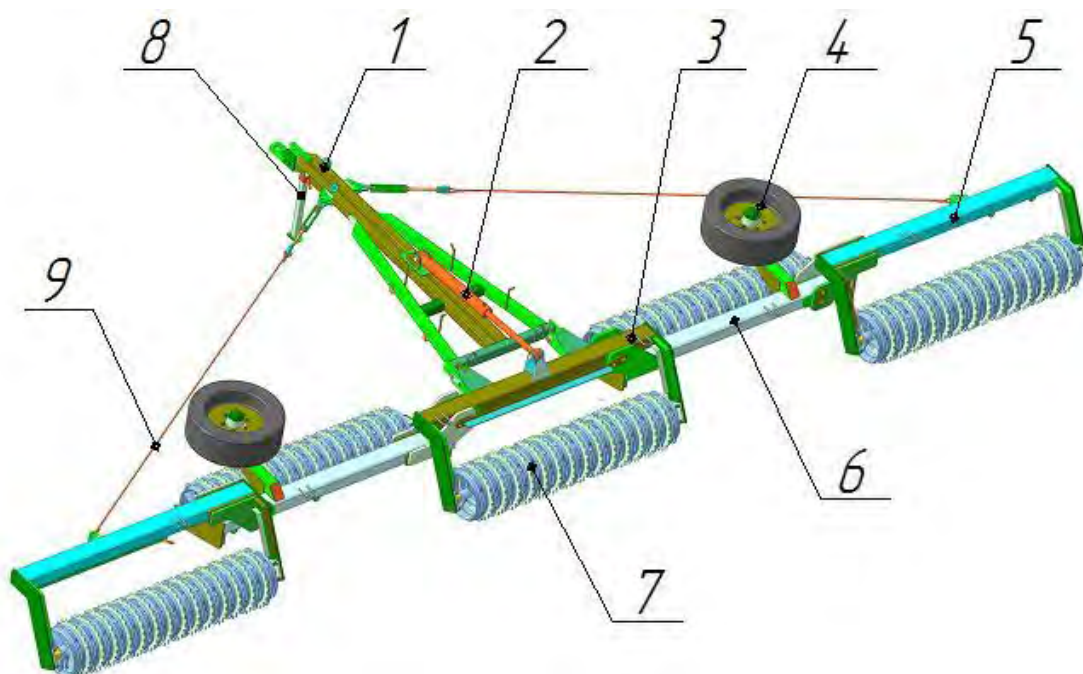

Рисунок 1. Каток КЗК-10С Общий вид (представлен вариант с батареей КЗК 05.000-см. далее)
2.2 Рама катка состоит из центральной части шарнирно-соединённой с боковыми рамами, крыльями и сницой (рисунок 1).
2.3.1 На снице крепится подставка 8 (рисунок 1), предназначенная для установки сницы на высоту прицепной скобы трактора. В работе и при транспортировании подставка должна быть поднята и закреплена штырем со шплинтом. При отсоединении катка от трактора подставку необходимо опустить и закрепить штырем со шплинтом в рабочем положении.